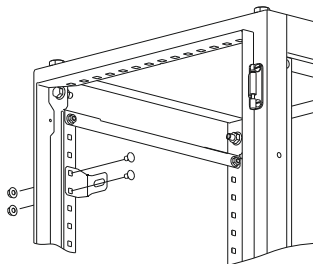

Рисунок 11
8.2.2 Придерживая болт, вставьте его с Кронштейном в квадратное отверстие стойки корпуса и закрепите гайкой М6 (рисунок 11).